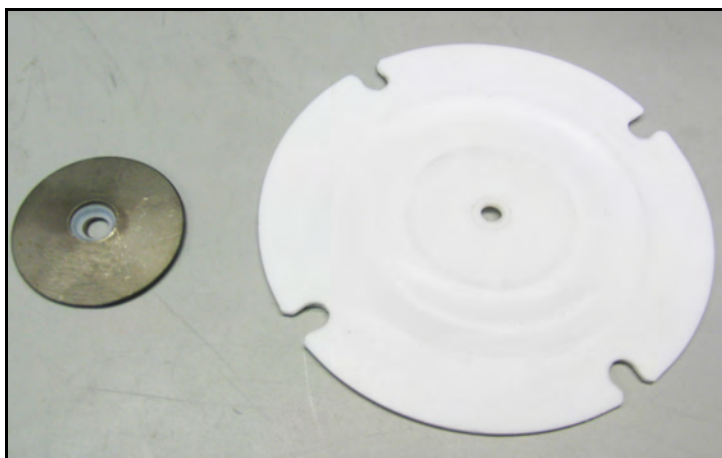

Figura 78: Instalación del nuevo diafragma y de la placa de presión
10. Instale el nuevo diafragma y monte la placa de presión. Antes de insertar el tornillo de cabeza hueca del diafragma, coloque una arandela de PTFE (consulte la Figura 78, etiqueta G) (no utilice cinta de PTFE), y apriete el tornillo de 5/32" aplicando un par aproximado de 70 in-lbs con una llave Allen de 5/32".